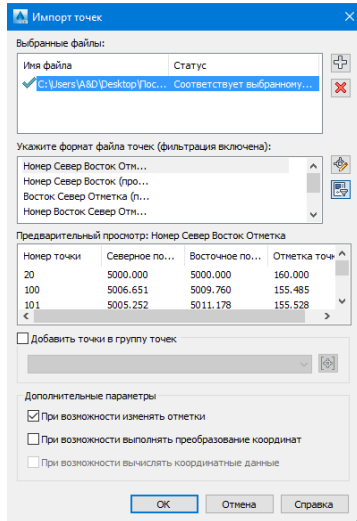

Рис. 9. Диалоговое окно «Импорт точек»
5. После выбора файла точек и задания его формата нажать «OK», чтобы осуществить импорт точек (рис. 9).